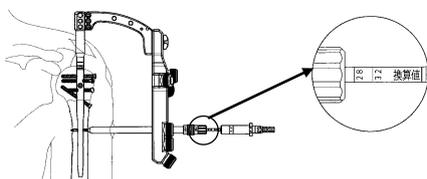

図 23
- 23) コーティカル SW スリーブとコーティカル SW ドリルスリーブを組み付け、TD スリーブガイドのつまみでスリーブを確実に固定し、3.2 ドリルアダプタを装着したコーティカルスクリュー用ドリル（L）にて穴あけを行います。（図 23）